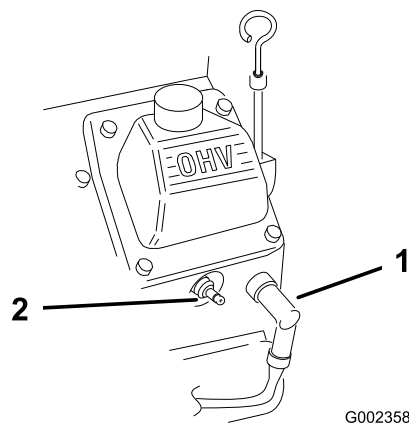

Figura 28
- Desligue os cabos das velas de ignição (Figura 28).